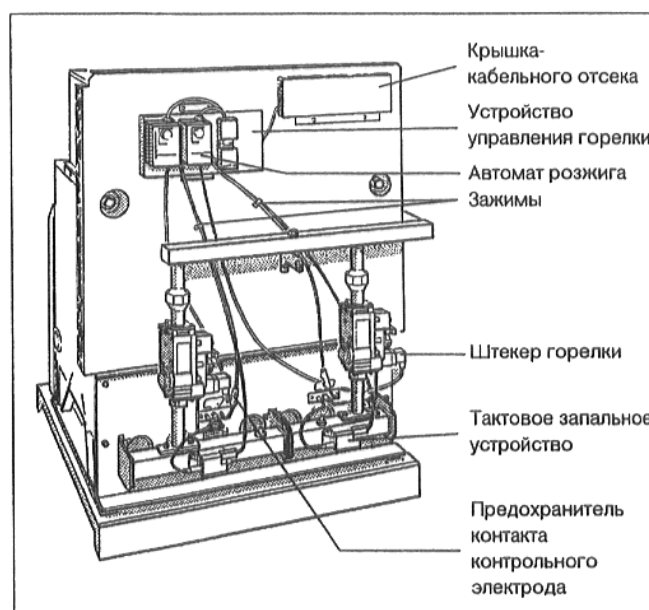

Рис. 25
- Привинтить устройство управления горелки, подложив зубчатые упругие шайбы (Рис. 25).
- Вставить присоединительные штекеры автомата розжига в тактовое запальное устройство и прикрепить кабели зажимами к промежуточной стенке. (Рис. 25).
- Вставить штекер горелки в арматуру и завинтить винт (Рис. 25).
- Подключить штекеры к каждому контрольному электроду и установить предохранитель контакта (Рис. 25).
- Закрепить посредством двух винтов крышку кабельного отсека на промежуточной стенке (Рис. 25).